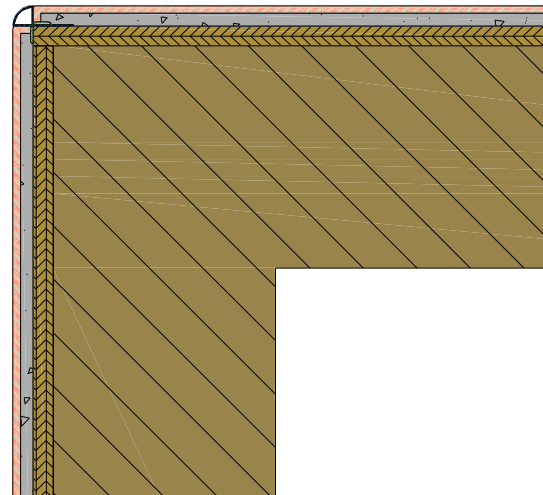

Fig. 2 - Esquina Exterior (Moldura Curva)
1. El trabajo debe comenzar con la instalación de paneles de esquina prefabricados o con paneles estándar que se encajarán a tope o en inglete en las esquinas. Esta es generalmente la ubicación más visual y las esquinas no deben cortarse a menos que sea absolutamente necesario. Consulte las figs. 2, 3, 4 para detalle de esquina.